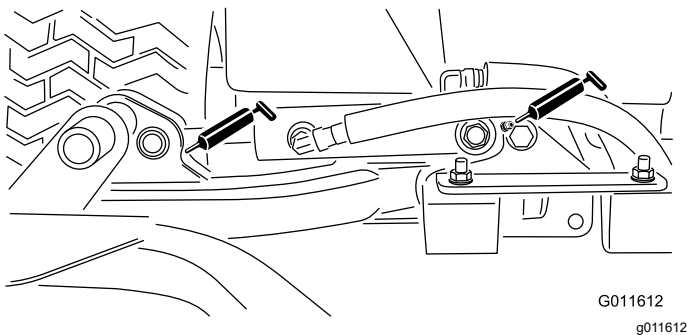

Figure 42
- Vérins des bras de levage des unités de coupe (x 2) – Figure 42
- Pivots des bras de levage (x 1) – Figure 42